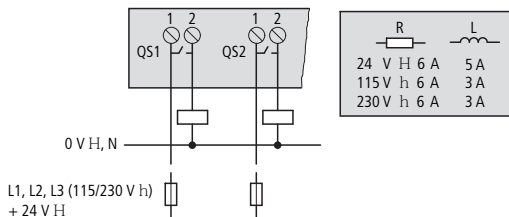

Figura 15: Uscite relè ES4P-221-DR...
- commutazione in serie di due uscite QS (ES4P-221-DR...), a figura 15, pagina 53.